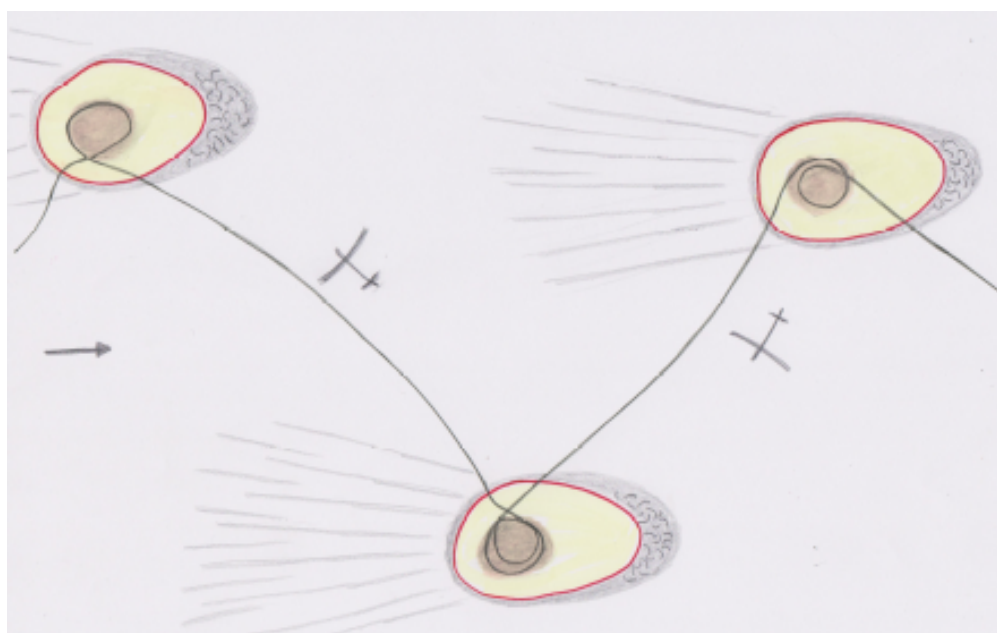

fig.12 Le planeur quitte le thermique en déviant sa trajectoire de 30°.
- Face au vent (*fig.12*) le plus court chemin lui ferait aussi traverser une large zone blanche car le thermique quitté aura capté les bulles sur son passage et le suivant serait donc plus éloigné.